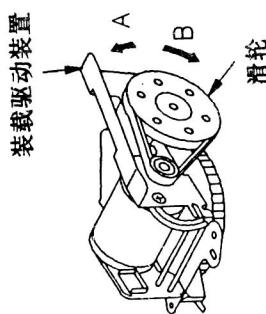

图42
- (6)张力调节器的拆装
- 步骤: ①从张力调节器装置上取下感应张力弹簧;
②如图42所示,旋下螺丝,释放供带软制动器杠杆,并从主底板上取下张力调节装置;
③清洁新的张力调节器的杆轴,加1~2滴润滑油,安装步聚与拆卸时相反;
④安装完毕后,须进行张力杆位置的检查和调整以及反向张力的检查。